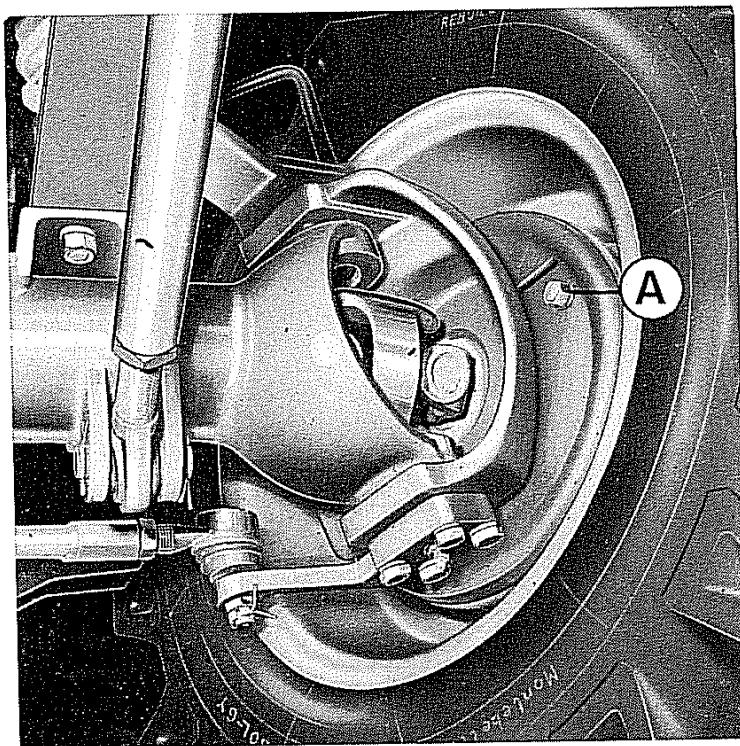

Fig. 27 - Dadi registro frenatura di servizio
- Mantenendo bloccate le ganasce ruotare in senso orario il dado A (fig. 27) e in senso antiorario il dado diametralmente opposto, fino a portare gli eccentrici di appoggio a contatto con le ganasce; ruotare quindi sensibilmente i dadi in senso inverso.